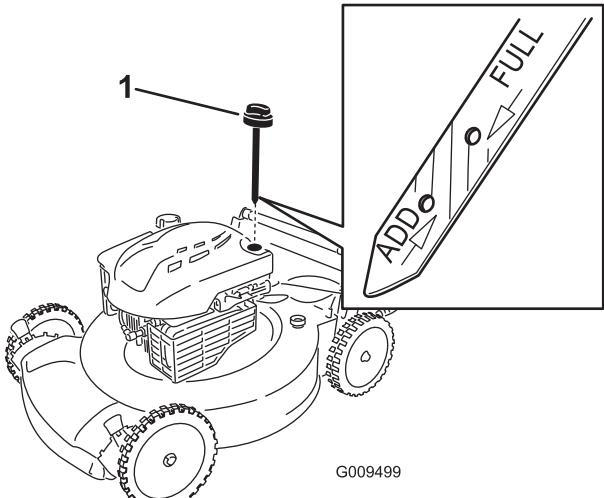

Figure 21
- Retirez la jauge de niveau du tube de remplissage (Figure 21).